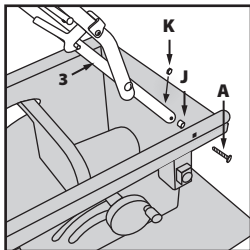

Fig. 7
- Una el componente **4** a la máquina en su posición de uso. Compruebe que la posición de la palanca y el gancho de cerrojo están en el mismo lado que la rueda de mano de ajuste del bisel/subida y bajada. **(Fig. 7)**.